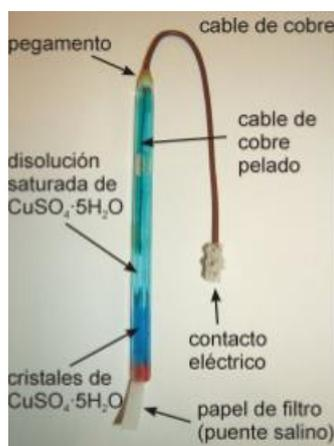

Figura 15: Electrodo Cu/Cu²⁺ construido a partir de un bolígrafo.²⁷
5. Para permitir que los iones de la disolución puedan circular, cada vez que se quiera utilizar el electrodo, se introduce unos 5 cm de papel de filtro del café, por el orificio del tapón (ver Figura 15). Una vez utilizado se retira el papel y se cierra de nuevo para que no se evapore la disolución de sulfato de cobre.